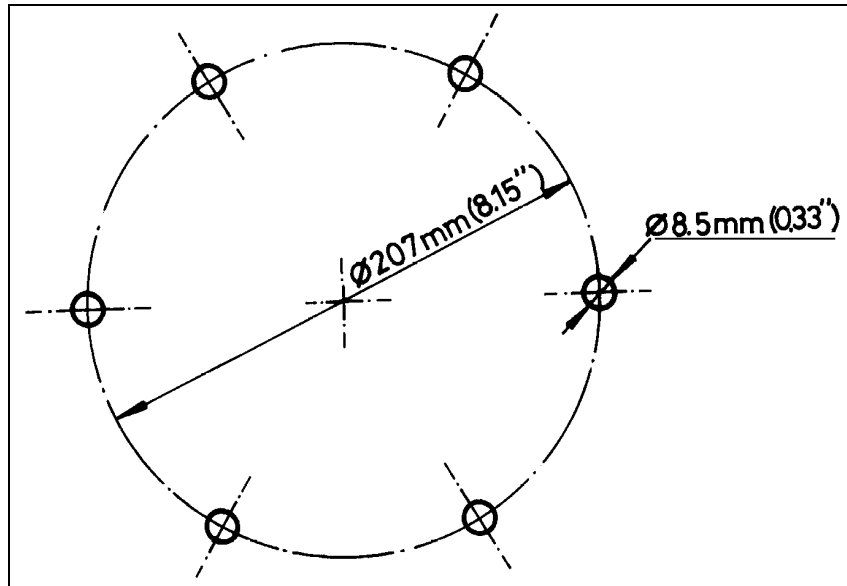

Figura 13: Base del robot
2. Asegure la base del robot a la mesa de trabajo con por lo menos 3 tornillos a 120°, como se muestra en la Figura 13.